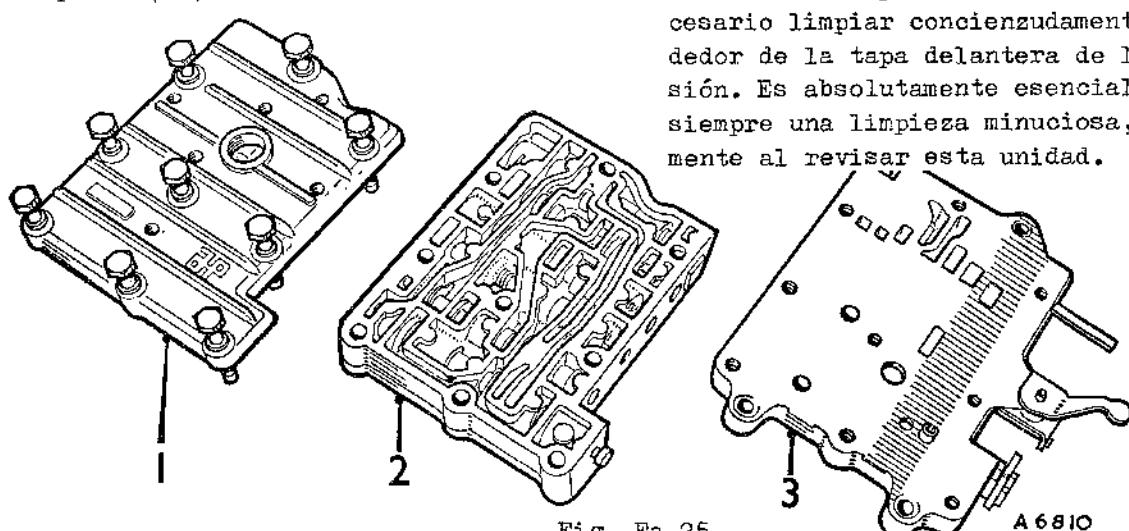

Fig. Fa.25
- (7) Quitar el pasador clevis de la palanca acodada. Desarroscar y sacar la varilla selectora, lo bastante como para poder extraer el mando hidráulico.
- (8) Aflojar los pernos de sujeción del servo.
- (9) Quitar el conjunto del mando hidráulico, pieza por pieza, es decir, la tapa, la caja de válvulas, y, finalmente, si es necesario, la caja de tubos (Fig. Fa. 25).
- (14) Quitar la tapa y la caja de válvulas de la caja de tubos (si se había desmontado el conjunto como una unidad). Ver Fig. Fa.25.
- (15) Quitar las válvulas selectora y del regulador.
- (16) Quitar las grapas "C" y los tapones. Quitar la válvula reguladora, el muelle y el conjunto de émbolo reforzador de marcha atrás.
- (17) Quitar el clip "C" y el tapón. Quitar la válvula de arranque por remolque, su muelle y el retén del muelle.
- (18) Quitar los clips "C" y los tapones. Sacar las válvulas, muelle y pistón reforzador de segunda y cuarta velocidades.
- (19) Quitar el clip "C" y expulsar el tapón. Extraer el émbolo reforzador, muelle, retén de muelle y tapón plástico de la válvula de tercera velocidad.